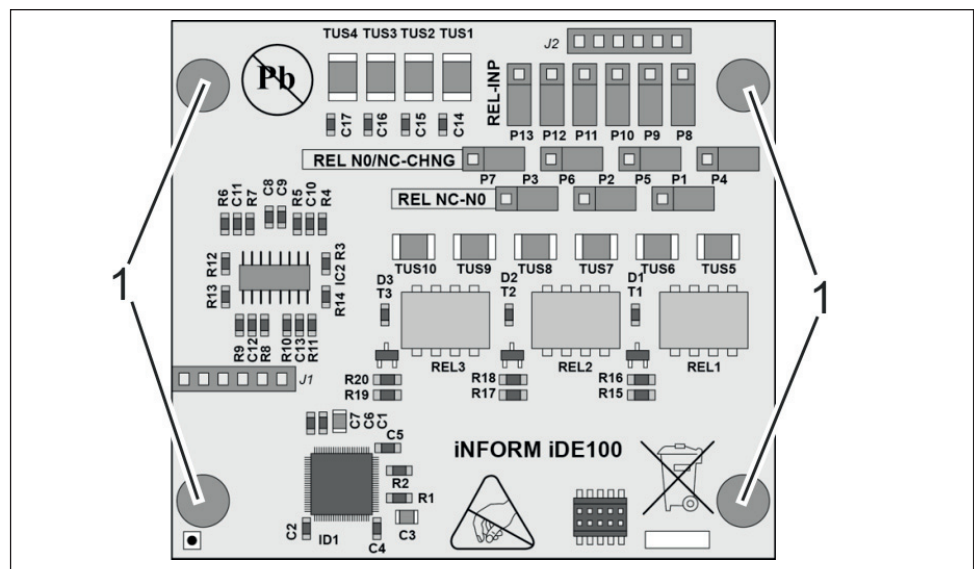

Fig. 22: Distanziatore I/O Board
2. Applicare distanziatore dal controllore (Fig. 22/1) sul modulo aggiuntivo (4 presenti nella fornitura).